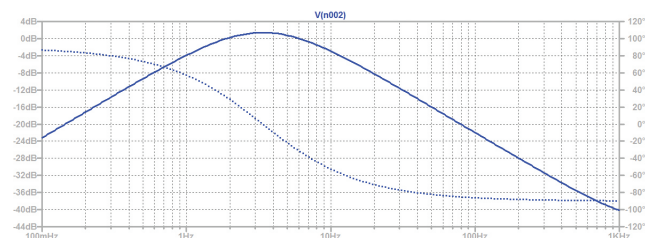

図3. 出力電圧のACスイープ解析
- ▶ **ACスイープ解析**：回路の入力部にAC信号源を接続します。AC信号源の振幅は500μV、周波数範囲は100mHz～1kHzに設定します。その状態で出力信号をプロットし、出力信号の増幅が最大になる周波数を確認します（図3）。